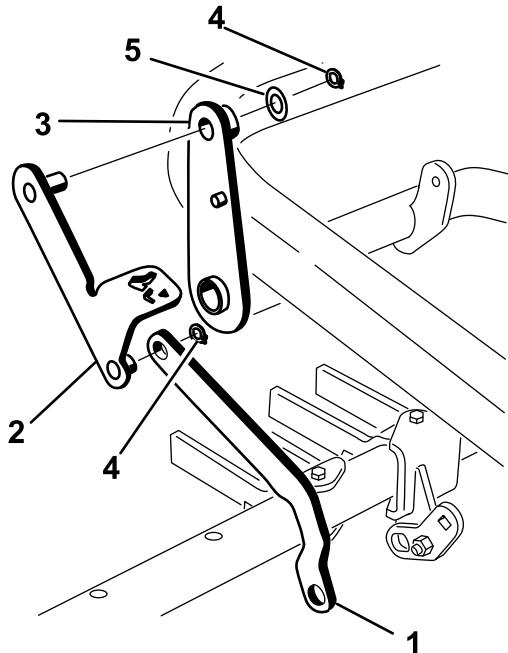

Figura 15
- Coloque el extremo de la pletina de unión sobre la clavija corta de la palanca del pedal, y sujetelo con un anillo de retención (Figura 15).
- Introduzca la clavija del otro extremo de la palanca del pedal en el extremo superior de la palanca y sujetela usando una arandela ($\frac{1}{8}$ ") y un anillo de retención (Figura 15).